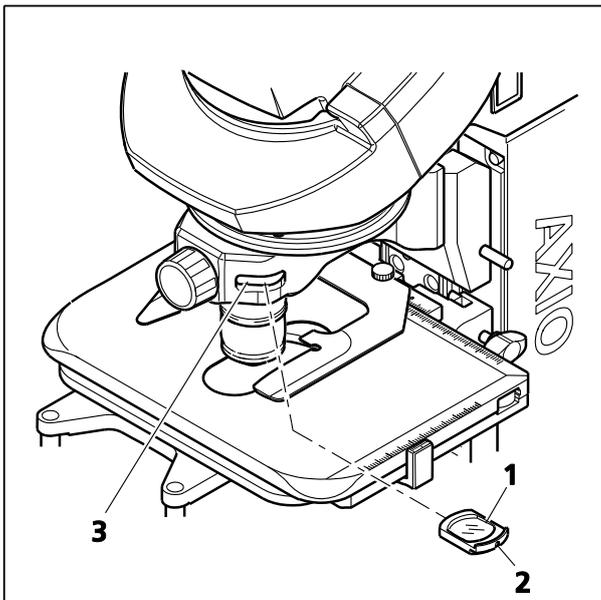

图 4-4 将 DIC 滑块插入物镜座或物镜转换器
- 将 DIC 滑块 SÉNARMONT 75 W PA (426967-9000-000 或 426967-9070-000) (图 4-4/1) 插入物镜座或转盘中的专用开口 (图 4-4/3)。如 DIC 滑块印字所示, 确保插入的方向正确。
- 将球头螺丝刀插入 DIC 滑块的凹槽 (图 4-4/2), 然后将 DIC 滑块 (图 4-4/1) 推入插槽, 直至其锁定到位。